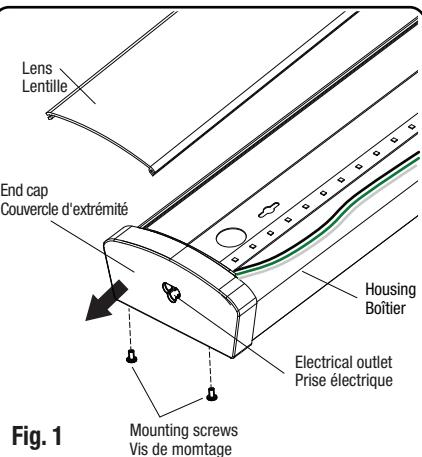

Fig. 1
#### **SURFACE MOUNT (Fig. 1)**
#### **MONTAGE EN SURFACE (Fig. 1)**
5. Installer le luminaire sur le plafond en utilisant les quatre rondelles et les vis de montage. Serrer de façon sécuritaire les vis (Fig. 1 B détail).
1. Remove the lens of luminaire (Fig. 1).
2. Remove screws and original end cap from the luminaire (Fig. 1).
1. Retirer la lentille du luminaire (Fig. 1).
2. Retirer les vis et le couvercle d'extrémité du luminaire (Fig. 1).